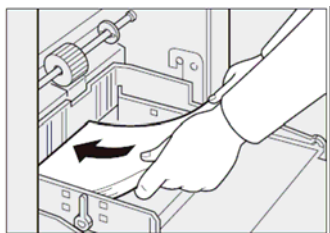
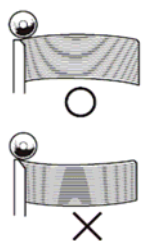

图 5-9 将纸装入进纸盘
图 5-10 卷曲面向下摆放卷曲纸张
③ 将纸装入进纸盘，如图 5-9 所示。注意装纸前，请弄平卷曲的纸张。如果无法弄平，请将纸张卷曲面向下摺起来，如图 5-10 所示。